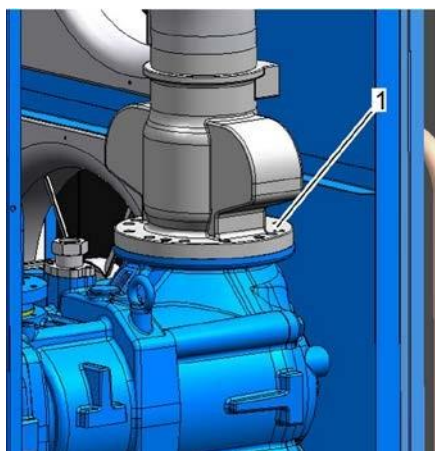

Рис. 31: Крепежные винты регулятора впуска (вариант)
1. Отверните крепежные винты регулятора впуска (Рис. 31/1 или Рис. 32/1).